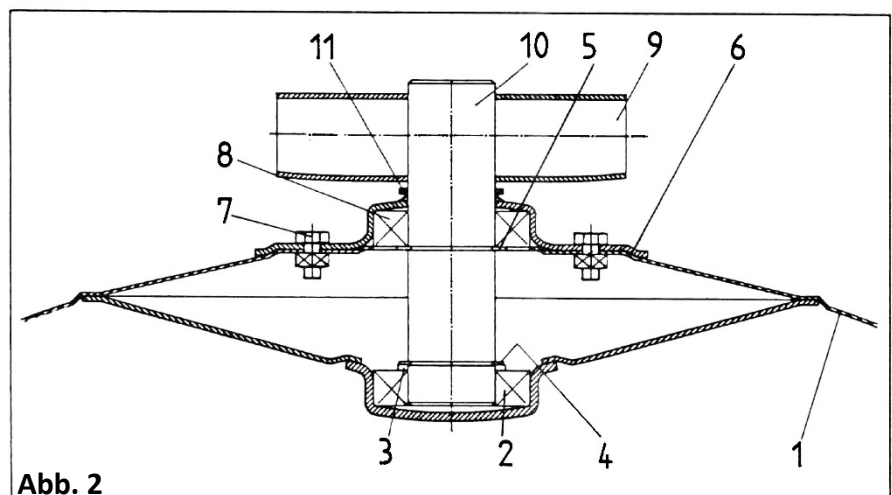

Abb. 2
#### S 180 /S 230 (Abb.2)
**Stückliste zu Abb. 2**
Sicherungsring mit Lappen (5) und Sicherungsring (4) in die Einstiche des Lagerbügelzapfen (10) einrasten (siehe Abb. 2).